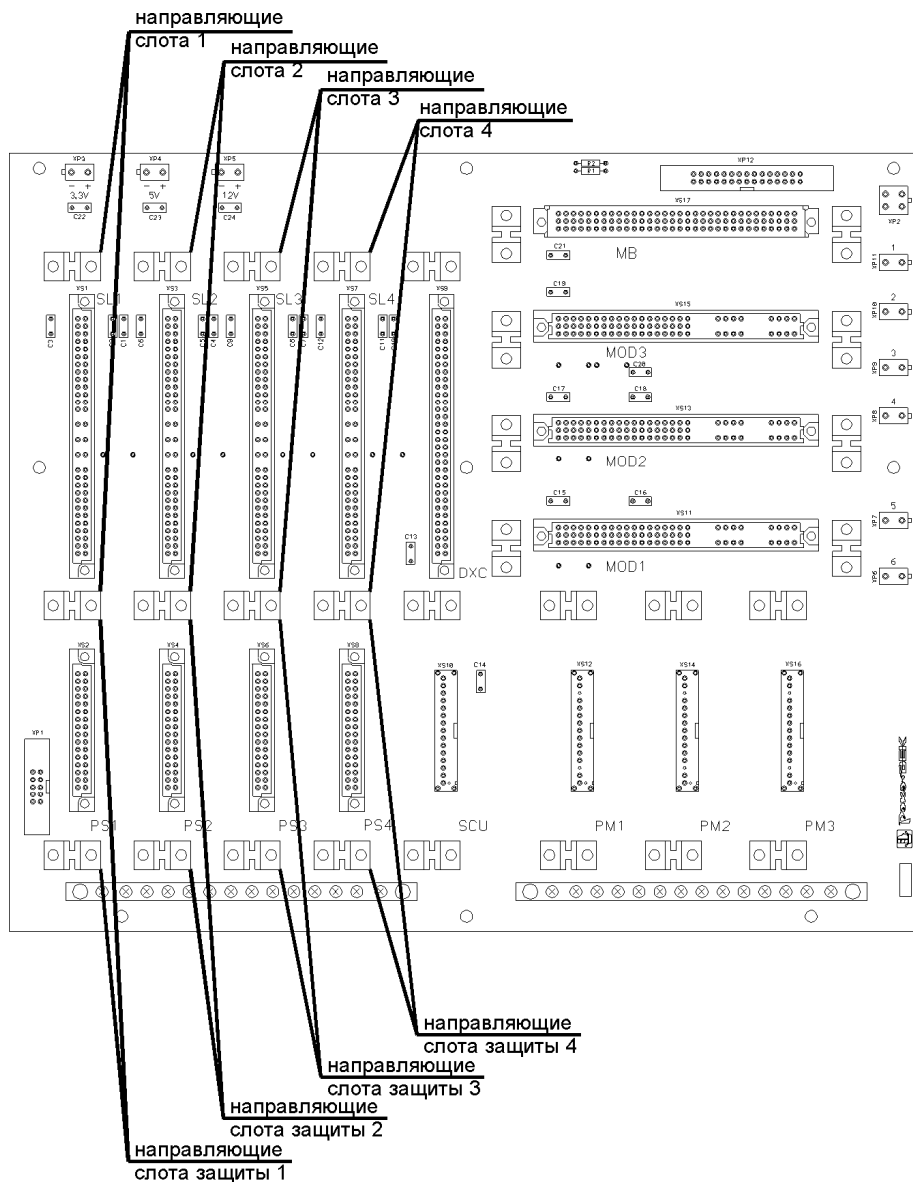

Рисунок 18
8.1 Блок FXS2-R должен устанавливаться в любую из позиций слота 1...4 (“SL1”...”SL4”) на плате кросс 1 регенерационного модуля REG-F (см. рисунок 18).